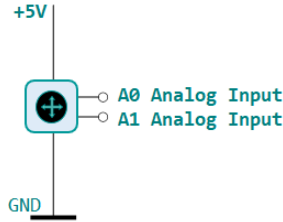

Figura 1: Conexión joystick analógico.
1. Realizar la conexión de ambos canales (X y Y) del joystick analógico a dos distintos puertos analógicos (Figura 1), el voltaje de alimentación $+5V$ puede venir directamente de la tarjeta Arduino.